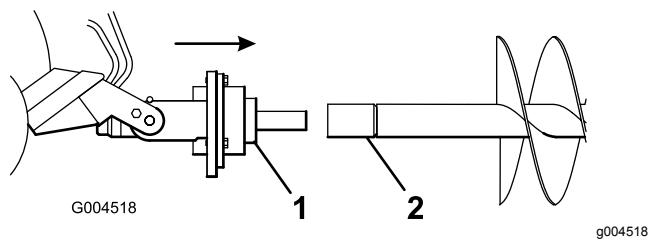

Figure 7
- Manœuvrez l'arbre d' entraînement dans l'extrémité de la tarière ou de la rallonge (le cas échéant), comme montré à la Figure 7.